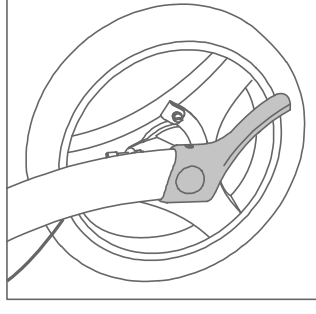

Figura 24: Usando la ayuda del umbral.
- Utilice su pie izquierdo o derecho para empujar hacia abajo el umbral de ayuda izquierdo o derecho (**Figura 24**) mientras tira del Rollz Motion hacia atrás con sus manos. Las ruedas delanteras se despegarán del suelo. Ahora empuja el Rollz Motion hacia adelante hasta que estés claramente sobre el pavimento o sobre el umbral con las ruedas delanteras (**Fig. 25**).